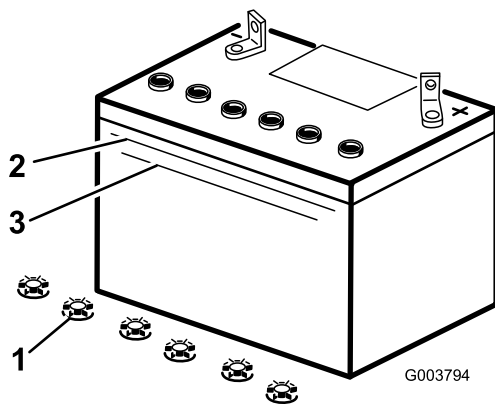

Figure 37
3. Observez le côté de la batterie. Le niveau de l'électrolyte doit atteindre le trait supérieur (Figure 37). Le niveau d'électrolyte ne doit pas descendre au-dessous du trait inférieur (Figure 37).
3. Enlevez les bouchons de remplissage de la batterie (Figure 37).
4. Versez de l'eau distillée avec précaution dans chaque élément jusqu'au repère supérieur (Figure 37) sur le côté de la batterie.
5. Attendez cinq à dix minutes après avoir rempli les éléments. Au besoin, ajoutez de l'eau distillée pour amener le niveau jusqu'au repère supérieur sur le côté de la batterie (Figure 37).